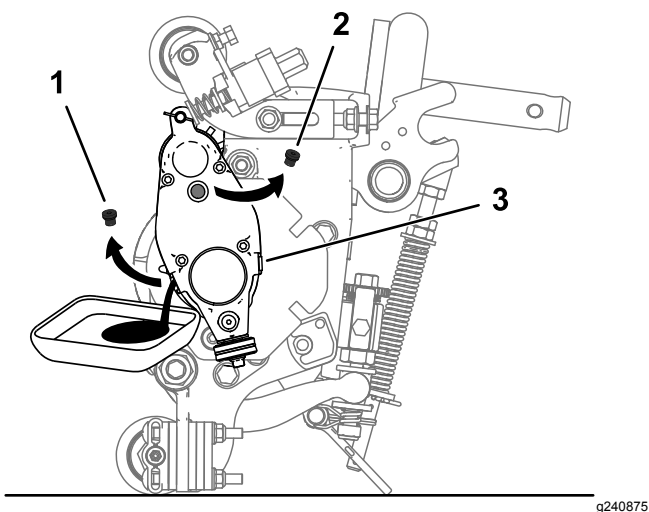

Рисунок 26
5. Наклоните режущий блок назад на откидную подставку так, чтобы сливное отверстие было внизу и можно было обеспечить полный слив (Рисунок 26).